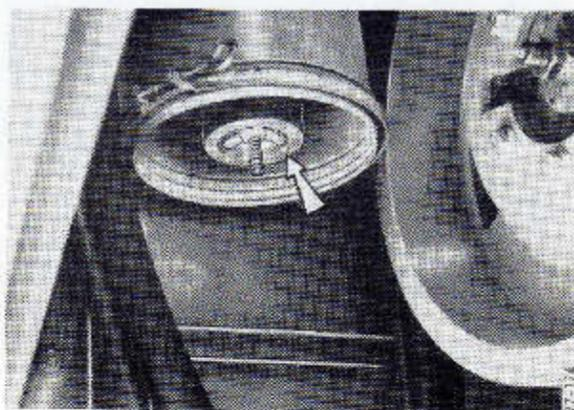

Fig. 117
**Note.** — Le filtre à air comporte un second élément à l'intérieur de l'élément extérieur (fig. 117) et un pré-filtre du type cyclone.
#### **Élément intérieur de sécurité (fig. 117)**